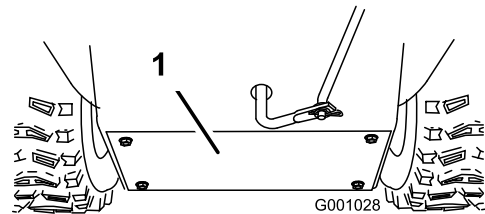

Bild 45
3. Entfernen Sie die hintere Abdeckung (Bild 45).